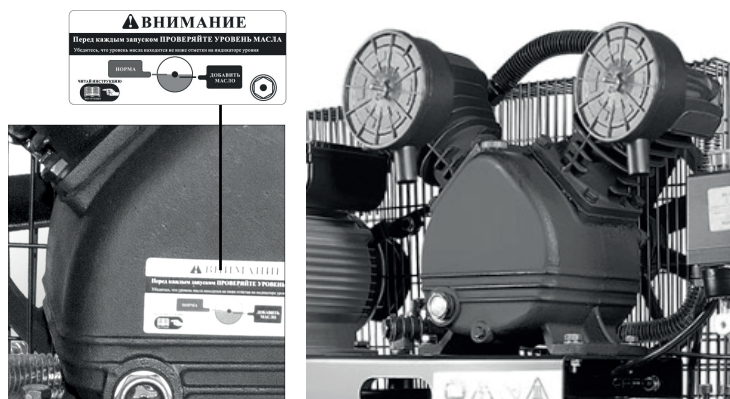

Рис. 1
- Поддерживайте уровень масла в пределах красной метки на измерителе уровня масла. (рис. 1).
2. Проверьте уровень масла (рис. 1).
- Используемое масло должно быть чистым, его уровень должен быть на красной отметке измерительного окошка (рис.1).